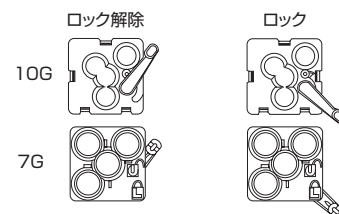

図 19: MRIブロック
- a) MRIブロックは、Grid Localization Systemと共に使用します。MRIブロックをGrid[グリッド]に挿入し、レバーを時計回りに約90度回転させてロックします(図19)。